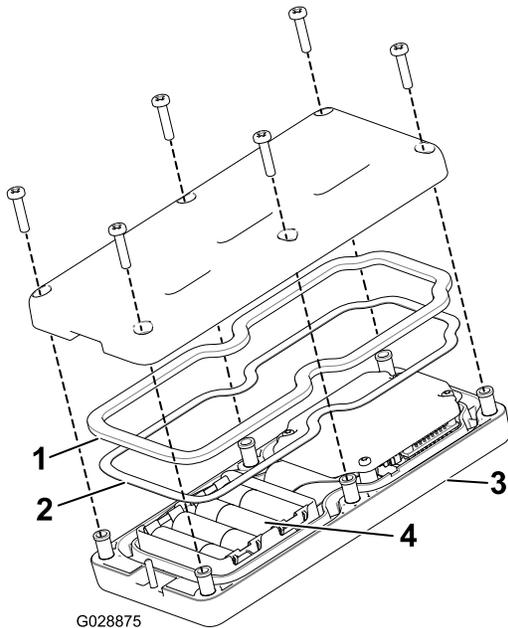

图46
3. 从遥控器后面卸下 6 个螺钉然后取下后盖 图46。
5. 将电池放入电池端子仓位注意遵循正确的电池极性。电池端子仓位分别带有正负极标志 图46。
6. 如果您意外拆掉了橡胶密封件和钢垫片请小心将它们放回手持遥控器的槽内 图46。
7. 放回后盖并用先前卸下的 6 个螺丝固定 图46 上紧螺丝扭矩至 1.51.7N·m。